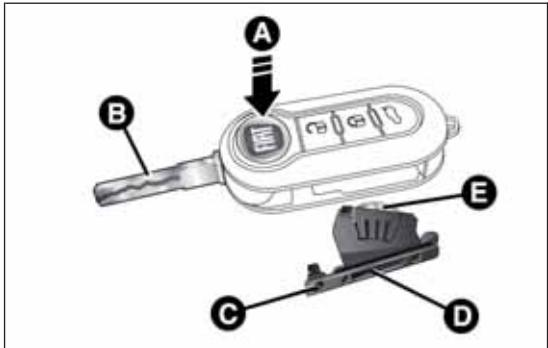

fig. 16
- premere il pulsante A fig. 16 e portare l'inserto metallico B in posizione di apertura;